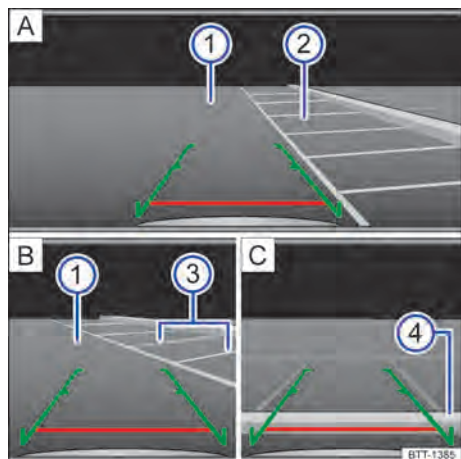

Fig. 114 Visualización de la pantalla del sistema de radio: estacionar con la cámara de marcha atrás.
- Posicionar el vehículo delante del hueco de aparcamiento → fig. 114 **2** **A**.